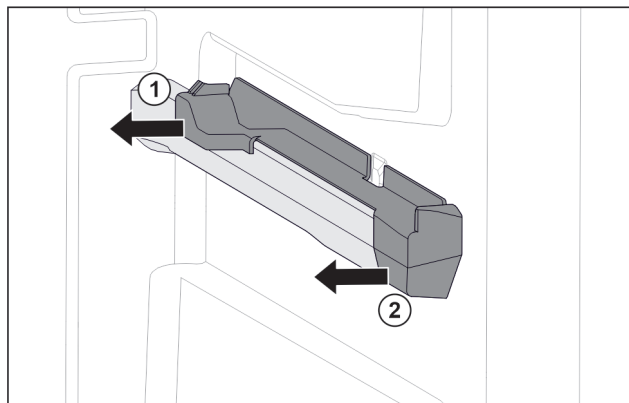

Fig. 216 Aufsteckteil auf der rechten Behälterrippe
- Aufsteckteil hinten zur Seite abziehen. Fig. 216 (1)
- Aufsteckteil vorne zur Seite abziehen. Fig. 216 (2)